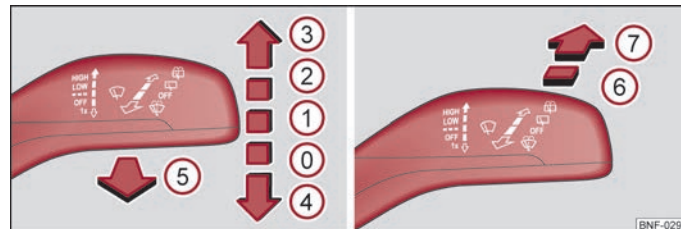

Fig. 29 Betjening af forrudeviskere/bagrudefisker
Betjeningsarmen til viskerne ⇒ Fig. 29 kan stå i følgende positioner:
- Tryk armen væk fra rattet til positionen ⑥ ⇒ Fig. 29. Viskeren kører hvert 6. sek.
- Tryk viskerarmen til positionen ④ ⇒ Fig. 29. Viskerarmene kører til serviceposition.
- Tilslut tændingen, og tryk betjeningsarmen til viskerne til position ④ ⇒ Fig. 29. Viskerarmene kører til grundposition.